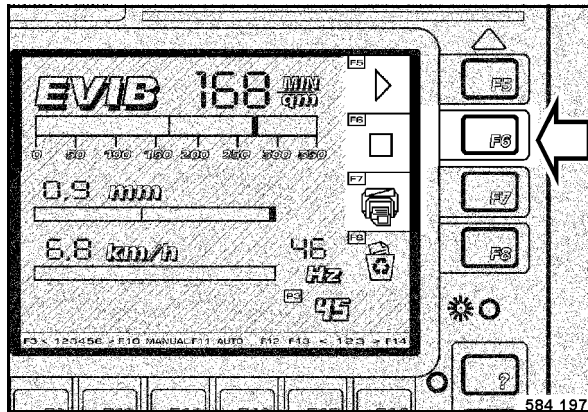

Fig. 111
- En una trayectoria hay que conducir hacia delante y atrás hasta se apaga el campo de control en la izquierda de F5 (Fig. 111) después de pulsar la tecla de stop F6 y se enciende el campo de control F6 que se encuentra debajo.